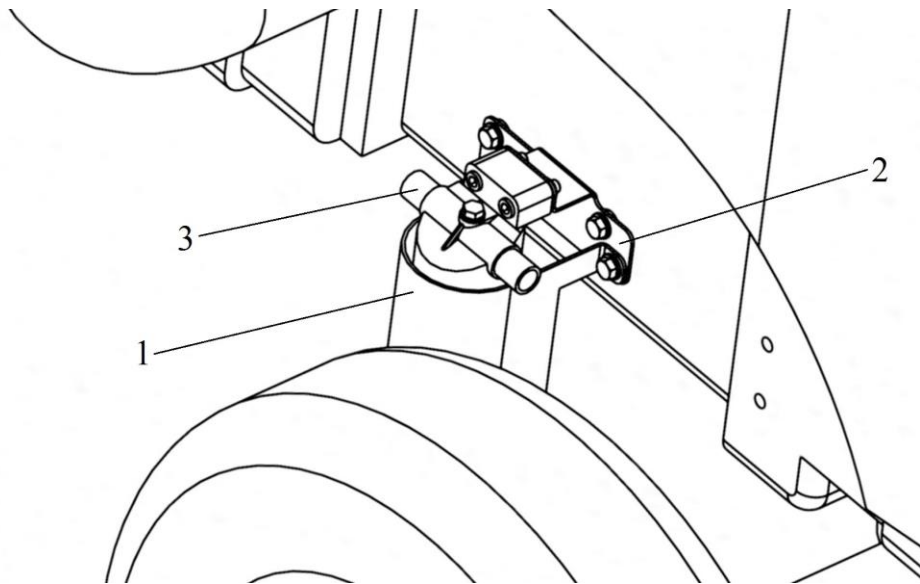
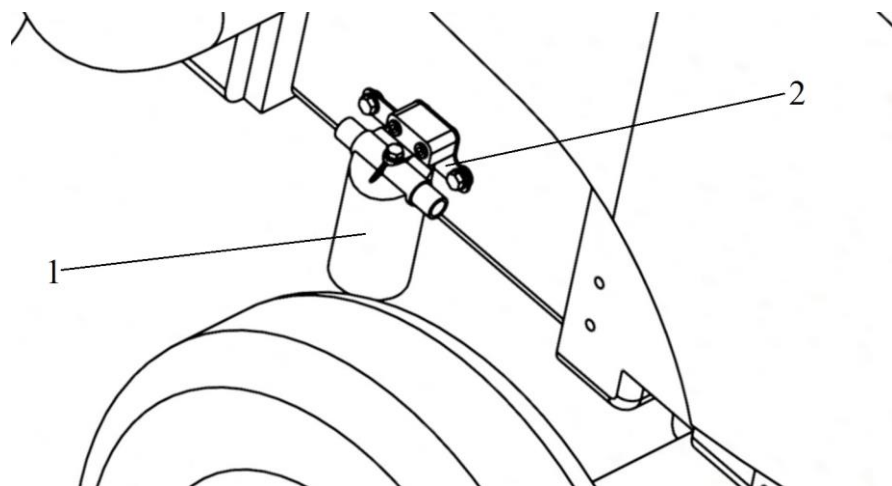

Рисунок 11 – Вид трактора справа:
Рисунок 12 – Установка кронштейна КУН 400-Л5.00.010:
6.1.5 Снять защиту фильтра поз. 1(рис. 11).
6.1.6 Заменить кронштейн фильтра поз. 2(рис. 11) на кронштейн КУН 400-Л5.00.010 поз. 2(см. рис. 12, 13).